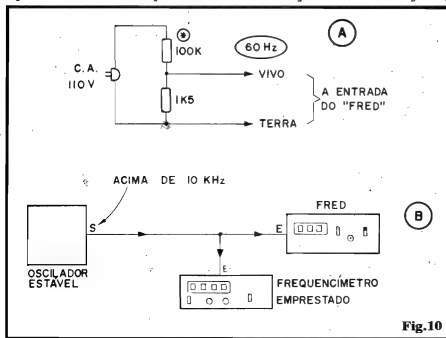

Fig.10
- FIG. 10 - A (IMPORTANTE) CALIBRAÇÃO - As duas faixas (1 KHz e 1 MHz nas suas máximas indicações...) devem ser individualmente calibradas, através dos respectivos trim-pots... Desde já avisamos: toda a precisão e